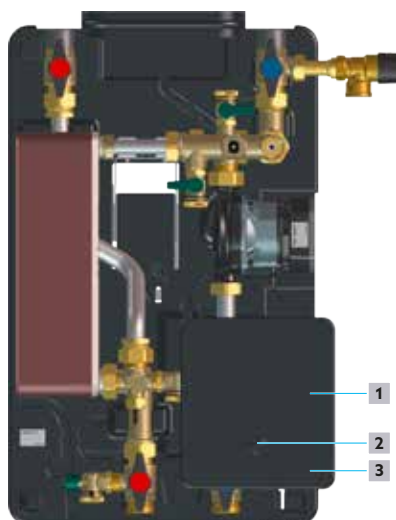

Fig. 8: Ouverture du régulateur
- 3** Desserrer la vis (position **2** sur la Fig. 8 en page 29) et la mettre de côté.
- 4** Faire glisser le capot du panneau de raccordement (position **1** sur la Fig. 8 en page 29) vers le haut jusqu'à ce qu'il s'enclenche de manière audible.
- 5** Rabattre le capot des câbles d'alimentation (position **3** sur la Fig. 8 en page 29).